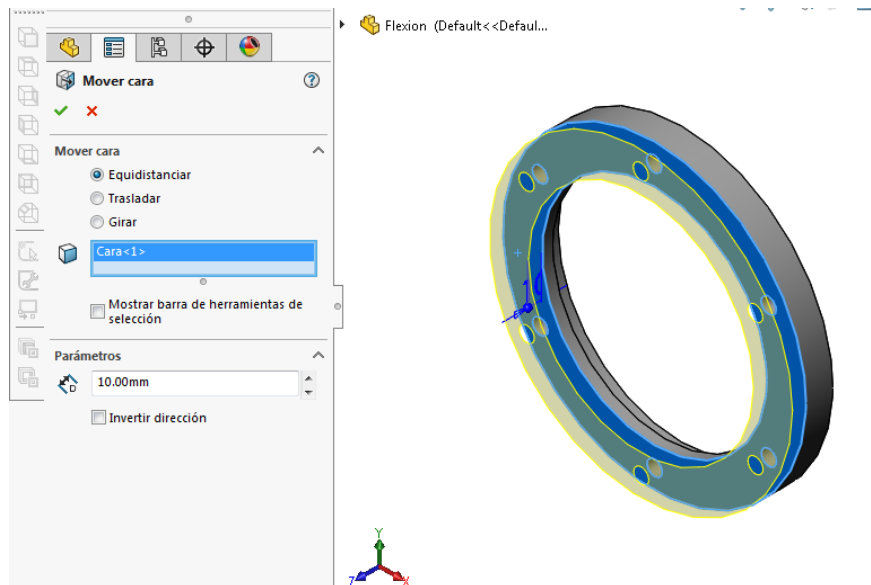

Ilustración 159
Paso 2: Aparece la siguiente pantalla (ver ilustración 159) donde se encuentran 3 opciones (Equidistanciar, Trasladar y Girar) en este caso se elige la opción **Equidistanciar** y se usara una distancia de 10mm y la **Cara <1>**.